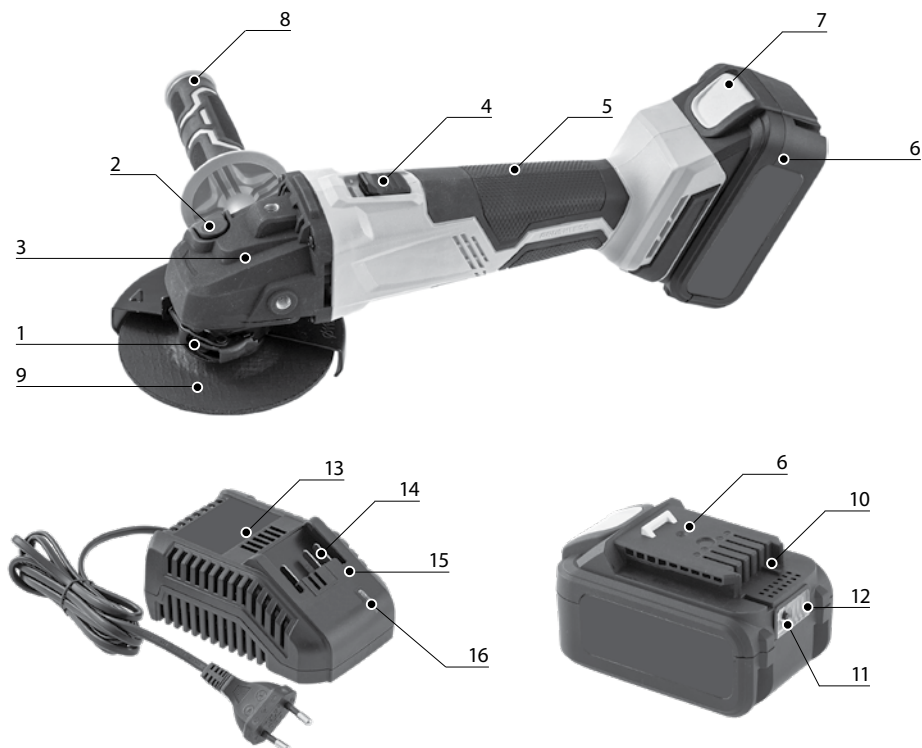

Рис. 1
Машина состоит из пластмассового корпуса с расположенным в нем бесщеточным электродвигателем и редуктора, на выходном валу (шпинделе) которого устанавливается оснастка. На корпусе редуктора имеется кнопка 2 (рис. 1) блокировки шпинделя, обеспечивающая блокировку шпинделя при смене оснастки. На корпусе двигателя имеется клавиша 4 (рис. 1) включения двигателя, имеющая возможность фиксироваться во включенном положении. Корпус двигателя переходит в основную рукоятку 5 (рис. 1), оканчивающуюся разъемом для присоединения аккумуляторной батареи.
Машина снабжена защитным кожухом с возможностью изменять его положение без применения инструмента. Аккумуляторная батарея оборудована индикатором остаточного заряда 12 (рис. 1), который включается
с помощью кнопки 11 (рис. 1). Отключение индикатора происходит автоматически через 3...4 сек с момента нажатия на кнопку 11.
- отвести в сторону рычаг 1 (рис. 1) фиксации кожуха, ослабив крепежный хомут;
Вкрутите рукоятку 8 (рис.1) в резьбовое отверстие корпуса редуктора в удобное для работы положение.
При установке/снятии оснастки блокировка шпинделя осуществляется клавишей 2 (рис. 1), расположенной на корпусе редуктора.
Во избежание поломки машины и получения травм запрещается нажимать на кнопку блокировки шпинделя 2 (рис. 1) во время работы шлифовальной машины, а также до полной остановки шпинделя после выключения двигателя.
Перед снятием или установкой батареи, а также перед транспортировкой и хранением машины установите клавишу 4 (рис. 1) в положение «Выключено» во избежание случайного включения машины.
Для снятия батареи нажмите клавишу фиксатора 7 (рис. 1) и сдвиньте батарею по направляющим до полного отделения ее от корпуса машины.
Вставьте вилку кабеля питания зарядного устройства в розетку сети питания. Через 1...2 с индикатор 16 (рис. 1) зарядного устройства начнет светиться зеленым светом, что свидетельствует о готовности к работе. Установите заряжаемую батарею в направляющие зарядного устройства до упора, не прикладывая значительных усилий. Если аккумуляторная батарея не устанавливается на зарядное устройство без значительных усилий, проверьте соответствие зарядного устройства и аккумуляторной батареи по номинальному напряжению и модели. Если батарея разряжена или заряжена не полностью, индикатор зарядного устройства 16 (рис. 1) меняет цвет свечения с зеленого на красный, что свидетельствует об идущем процессе зарядки. Индикатор заряда батареи 12 (рис. 1) при этом будет мигать, отражая процесс зарядки. По достижении полного заряда батареи индикатор 16 (рис. 1) зарядного устройства переключится на зеленое свечение, индикатор на аккумуляторной батарее будет светиться не мигая.
Уровень заряда аккумуляторной батареи можно оценить при помощи индикатора 12 (рис. 1), расположенного на корпусе батареи. Индикатор включается при нажатии на кнопку 11 (рис. 1) и отключается автоматически по истечении 3...4 с. Свечение трех элементов индикатора свидетельствует о полном заряде аккумулятора, одного – о заряде порядка 30% и скорой необходимости зарядить аккумулятор.
Для выключения двигателя машины переведите выключатель питания 4 (рис. 1) в положение «Включено» / «I», сдвинув его вперед по направлению к корпусу редуктора.
Для отключения двигателя машины отпустите клавишу выключателя 4 (рис. 1) или, если клавиша была зафиксирована, нажмите на ее заднюю ребристую часть.
- в процессе работы не допускайте нажатий на кнопку фиксации шпинделя 2 (рис. 1), это мгновенно приведет к поломке машины и травме оператора.